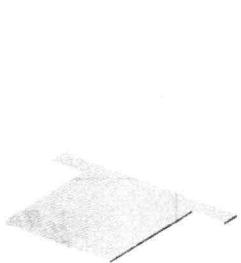

图 1.2 基体—法兰 1
Step2. 创建图 1.2 所示的钣金基础特征——基体—法兰 1。
(1) 选择命令。选择下拉菜单 **插入(I)** → **钣金(H)** → **基体法兰(A)...** 命令（或单击“钣金”工具栏上的“基体法兰/薄片”按钮 ）。
(2) 定义特征的横断面草图。
① 定义草图平面。选取前视基准面作为草图平面。